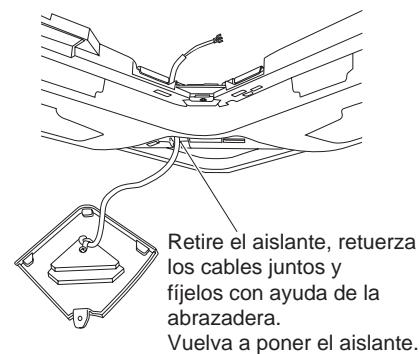

Fig. 11-3
3. El orificio cuadrado destinado al cable del frontal está aislado*. Quítelo, haga pasar el cable de la unidad del receptor a través de la rejilla. Retuerza los hilos entre ellos y sujételos con una abrazadera, luego fíjelos con el tornillo y vuelva a colocar el aislante como estaba inicialmente. (Fig. 11-3)
4. Cuando haya terminado los racords eléctricos tal como se describen en la sección «Cableado del receptor» a de la página siguiente, retuerza los hilos entre ellos y sujételos con una abrazadera, dejando una longitud de cable suficiente para poder retirar la tapa. (Fig. 11-3)